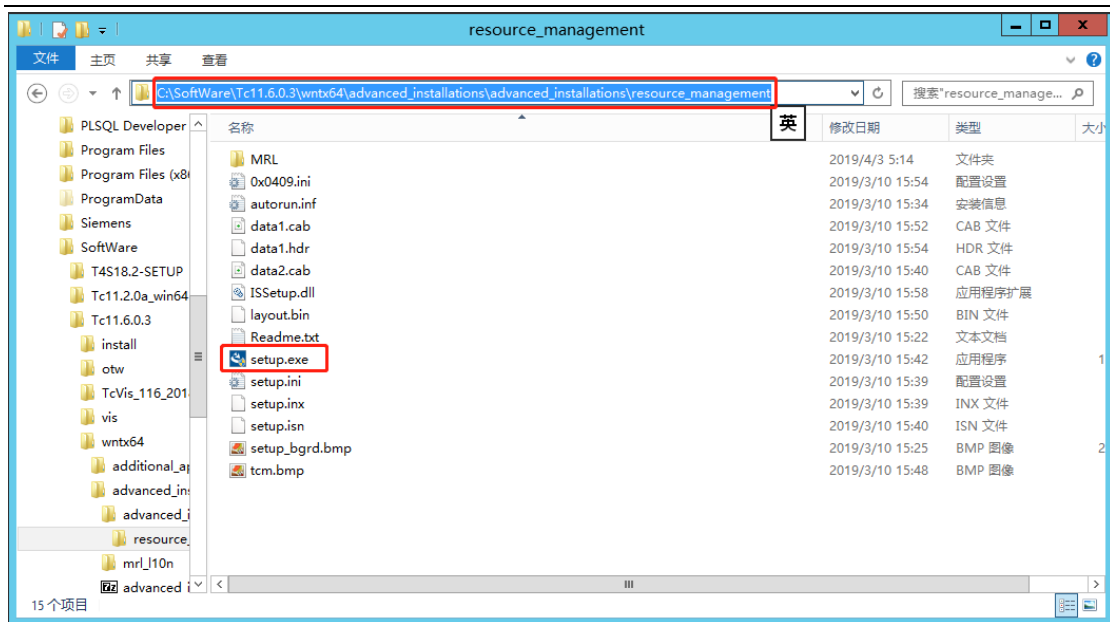

图 1
1. MRL 的介质在 TC 的安装包中自带，找到名为 advanced_installations 压缩包并进行解压，然后右键选择 setup.exe 程序管理员身份运行（如图 1）：